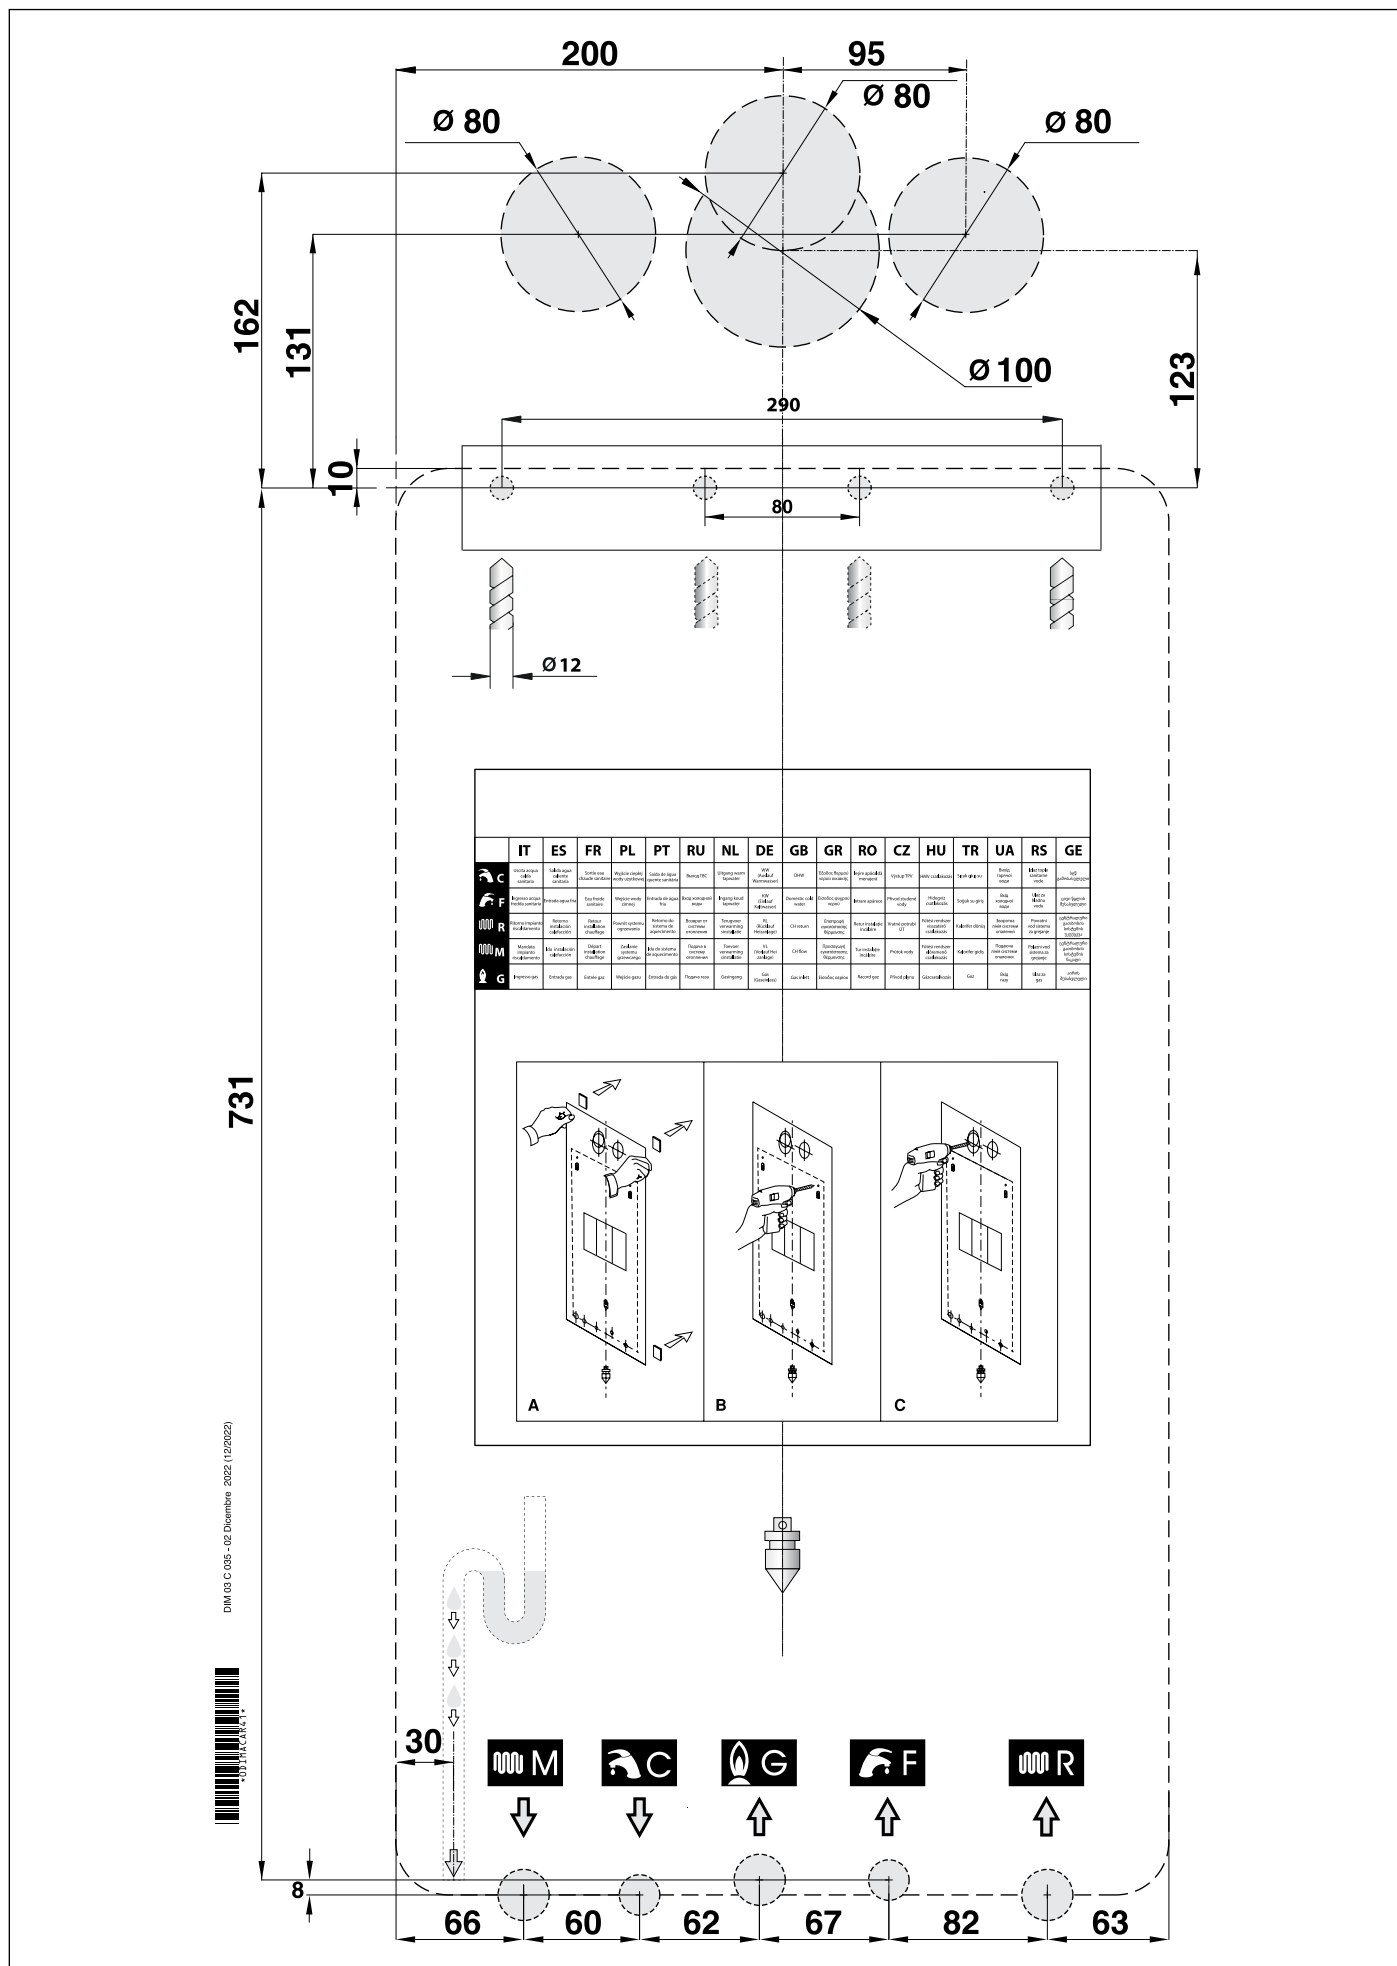
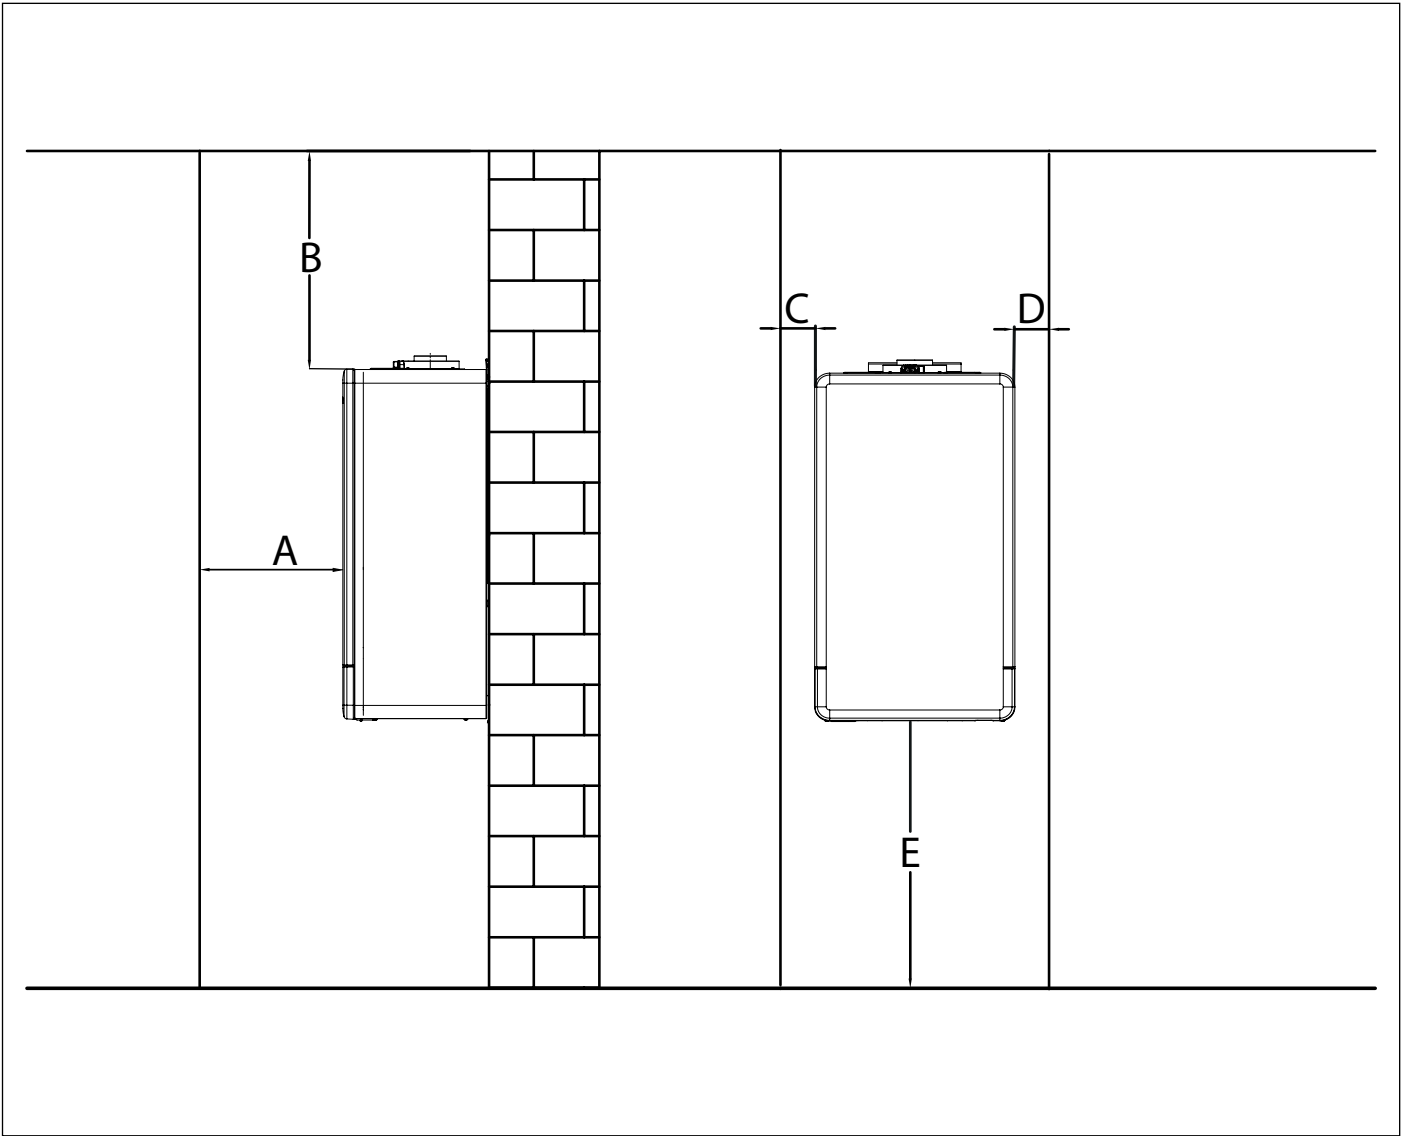

Рис. 7 Паперовий шаблон.
Рис. 8 Мінімальні монтажні відстані
- » монтажний паперовий шаблон (див. Рис. 7 Паперовий шаблон.).
Кожний котел забезпечений спеціальним паперовим шаблоном, що знаходиться в упаковці (див. Рис. 7 Паперовий шаблон.). Кожен котел забезпечений спеціальним паперовим шаблоном, що знаходиться в упаковці (рис. 8), який дозволяє підготувати труби для підключення до системи опалення, до лінії води санітарного призначення, до газової магістралі і труби подачі повітря та відводу димових газів в момент їх розведення, тобто до початку установки котла на вибране місце.